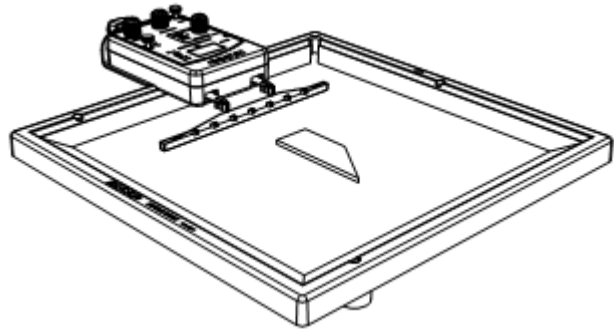

Abb. 2.2 Anordnung des trapezförmigen Brechungsobjektes
1. Das trapezförmige Brechungsobjekt in der Mitte der Wellenwanne so anordnen, dass die Seite mit den rechten Winkeln parallel und im Abstand von etwa 5 cm zum Erreger für ebene Wellen liegt (vgl. Abb. 2.2).